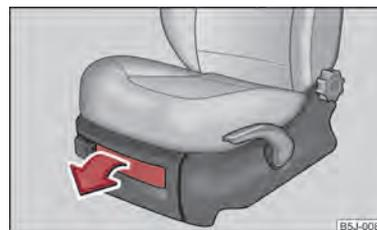

Fig. 68 Sedile anteriore: scomparto portaoggetti
- Per aprire lo sportello ribaltare il coperchio e tirare ⇒ fig. 68.